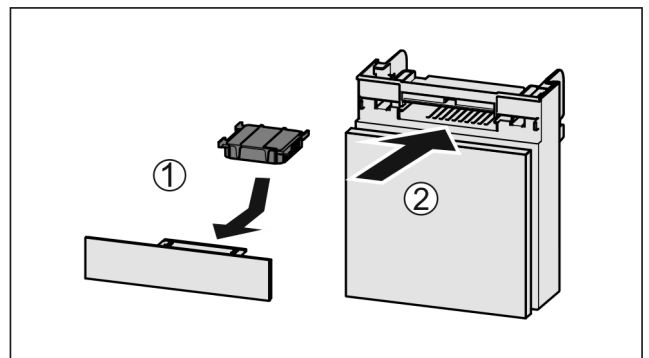

Fig. 109
- Introduzca el compartimiento Fig. 109 (2).